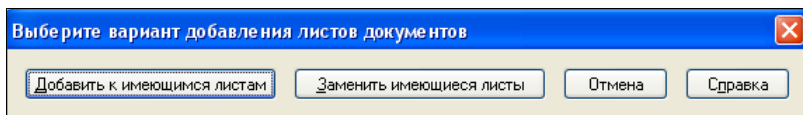

Рис. 13.26. Диалоговое окно выбора
- ◆ в случае сохранения на печать второго документа нажмите кнопку **Добавить документ**. В открывшемся диалоговом окне **Выберите файлы для открытия** выберите нужный документ и нажмите кнопку **Открыть**. Система выведет на экран окно **Выберите вариант добавления листов документа** (рис. 13.26), где вы должны выбрать один из вариантов **Добавить к имеющимся листам** или **Заменить имеющиеся листы**. В данном случае нажимаем кнопку **Заменить имеющиеся листы**. Система в окне предварительного просмотра заменит старый документ на новый;